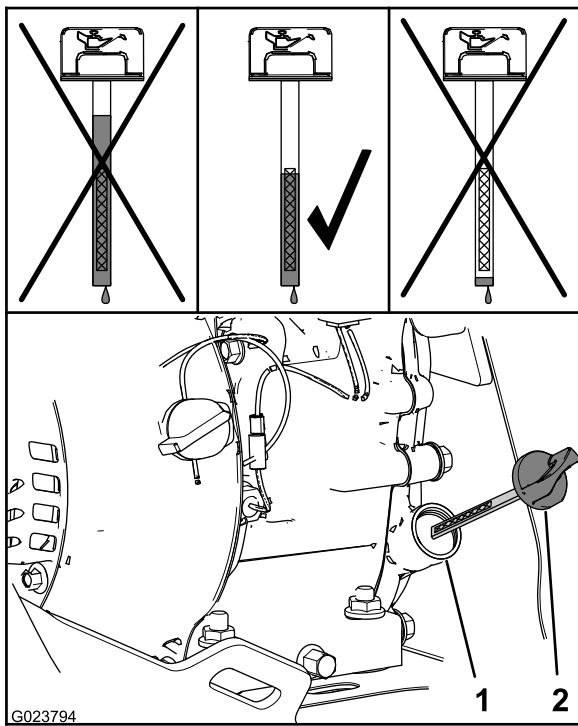

图24
- 取出量油尺并查看机油油位（图24）。
**注意：** 油位应处于量油尺指示标志的顶部（图24）。
- A. 将指定机油倒入加油颈（图24）。